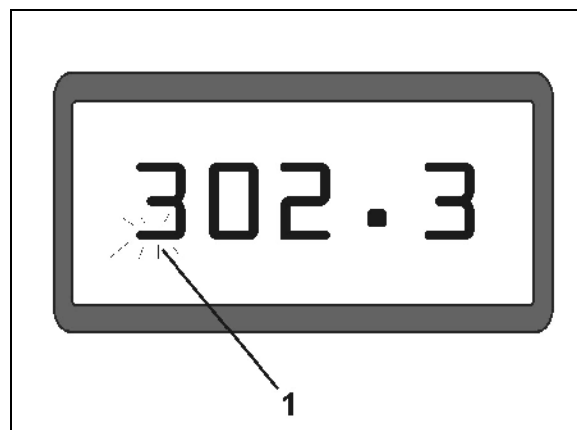

Fig. 2
- **Display (Fig. 2/1).**
La sezione inferiore (Fig. 2/1) lampeggia durante il lavoro: